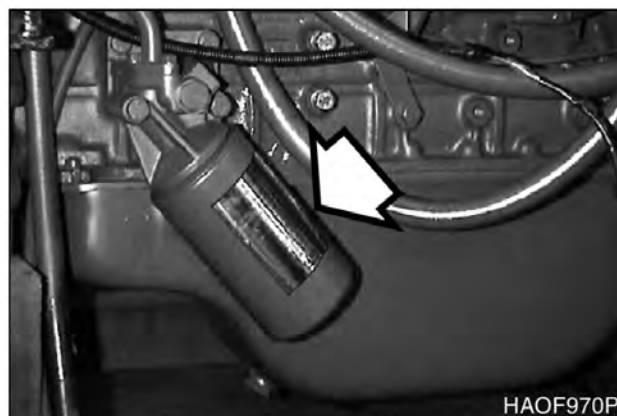

Рис. 50
2. Заменить фильтр моторного масла. Фильтр моторного масла представляет собой навинчиваемый фильтр. См. Рис. 50. Снять и утилизировать фильтр.